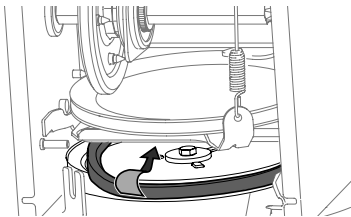

Figure 77
- Retire la correa de alrededor de la pulea de la barrena y deslice la misma entre la ménsula de soporte y la pulea de la barrena (Figure 77).